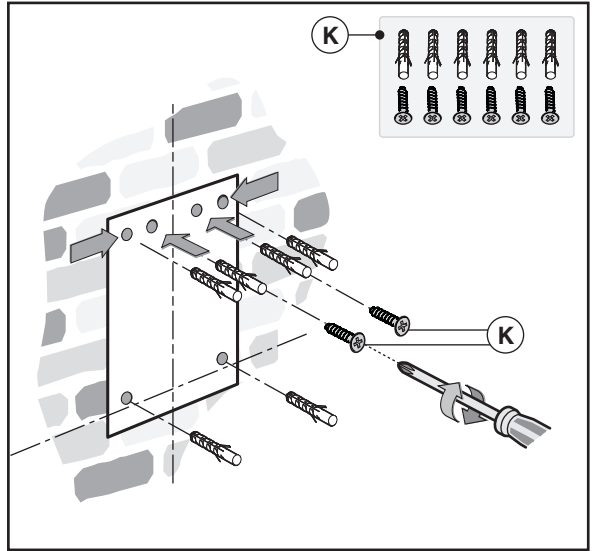

Fig.5
-Segnare ed eseguire i fori di fissaggio (Fig.5).
-Fissare le 2 viti superiori **K** senza avvitare completamente e tasselli ad espansione (Fig.5).